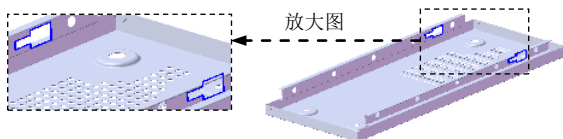
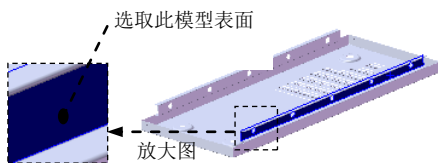
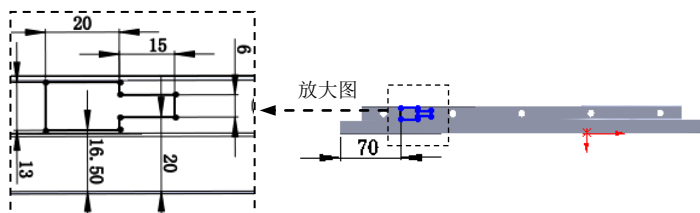

图 17.9.59 创建切除—拉伸 3
图 17.9.60 定义草图平面
图 17.9.61 横断面草图
Step27. 创建图 17.9.59 所示的切除—拉伸 3。选择下拉菜单 **插入(I)** → **切除(C)** → **拉伸(E)...** 命令; 选取图 17.9.60 所示的表面为草图平面, 绘制图 17.9.61 所示的横断面草图, 采用系统默认的切除深度方向; 在 **方向1** 区域的 下拉列表中选择 **完全贯穿** 选项。单击 按钮, 完成切除—拉伸 3 的创建。